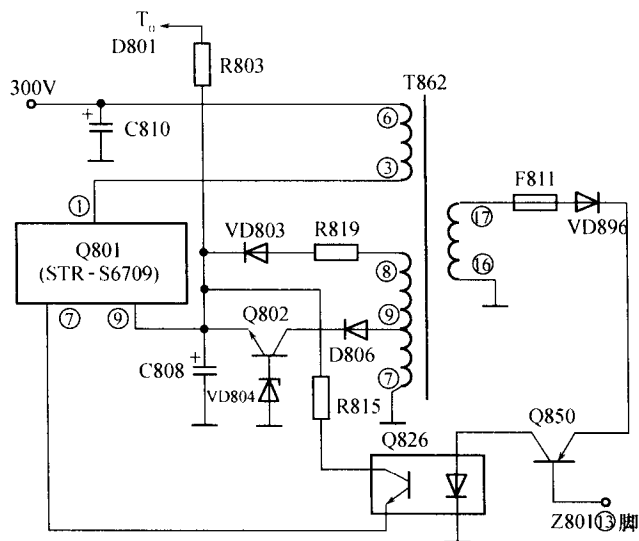

图 1-2 43N9UXC 主电源电路
分析检修: 红灯亮, 说明待机电源正常, 测主供电滤波电容两端电压, 只有 20V。断开熔断器 F809, 切断主电压的负载电路, 主电压 20V 不变, 说明故障部位应在由 Q801 等组成的主电源电路。因电源输出电压低, 根据经验怀疑保护模块 Z801 内部的取样电路有故障, 更换 Z801 (HC1016), 但故障依旧。对主电源模块 Q801 (STR-S6709) 进行测量, 如图 1-2 所示, 发现 ①脚电压为 300V, 并且关机后, 此电压回落很慢; Q801 的 ⑨脚电压是 6.6V, 为 Q801 的 ⑨脚提供工作电压的 Q802 的 c 极电压低, 为 6V 左右, 而正常应在 20V 左右。主电压降低为 20V, 分析认为 Q801 已经起振, 由于某种原因使得 Q801 振荡减弱, 使输出电压降低。开关电源振荡减弱的原因有以下几种: